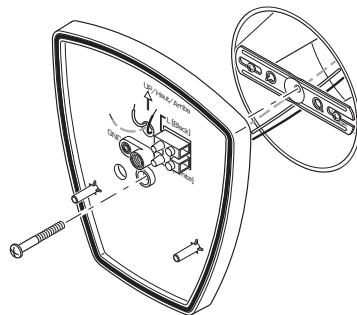

Figure 3
3. Faites passer les fils de la boîte de jonction dans un des trous de la plaque 1-2-Éasy ConnectMC (voir la Figure 3).
4. Appuyez la plaque 1-2-Éasy ConnectMC contre la boîte de jonction (voir la Figure 3).
5. Insérez le petit boulon de montage dans le trou de la plaque 1-2-Éasy ConnectMC situé sous le trou fileté. Vissez ce boulon dans le trou central du support de montage (voir la Figure 3). Serrez solidement le boulon.